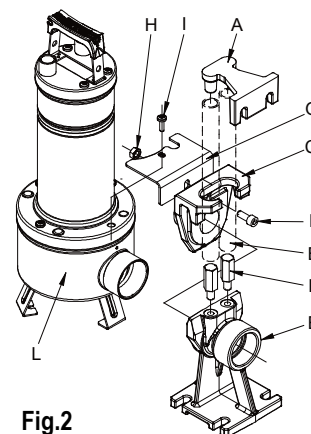

Fig.2
Per le installazioni fisse si consiglia l'utilizzo del dispositivo di sollevamento DSD2 (disponibile su richiesta - **Fig.2**) per facilitare le operazioni di manutenzione sull'elettropompa. Inserito tra la bocca di mandata dell'elettropompa e la tubazione, evita, nelle operazioni di manutenzione, lo smontaggio della tubazione di mandata. Il dispositivo DSD2 è costituito da 8 particolari, più uno non fornito (tubi da 3/4"):
Togliere la vite superiore dalla flangia dal lato mandata (I) / Assemblare la staffa antirotazione (G) / Rimontare la vite (I) / Estrarre la slitta dal piede di accoppiamento e collegarla alla bocca di mandata della pompa / Utilizzando la vite (F) e il dado (H) fissare la slitta alla pompa come indicato in figura. Riposizionare l'insieme slitta/pompa sul piede (Fig.2)